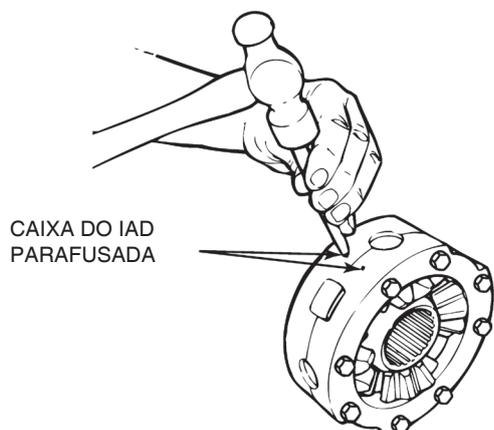

Figura 3.31
A. Use um punção e martelo para colocar uma marca de alinhamento em cada metade das caixas do diferencial entre eixos. As marcas de alinhamento lhe ajudarão a montar as duas caixas na mesma posição durante a remontagem. Figura 3.31.